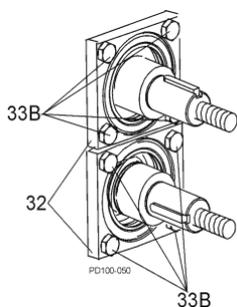

Ilustración 42 - Retirar las fijaciones del rodamiento
3. Retire los tornillos de fijación frontales del rodamiento (Ilustración 42, elemento 33B) y tire de las fijaciones del rodamiento (elemento 32). (Si el tornillo de fijación está atorado, no lo retire, saldrá cuando retire el eje).